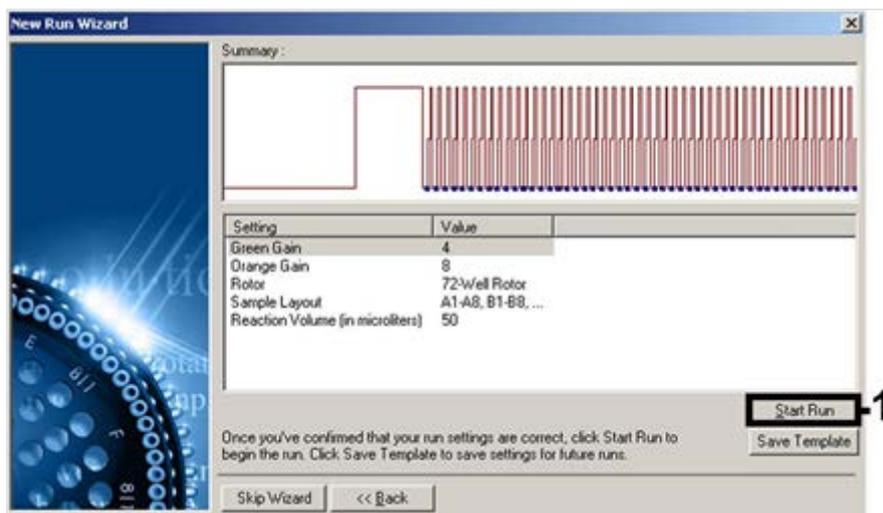

Figura 8. Iniciar a corrida. As capturas de ecrã para o *artus* HI Virus-1 QS-RGQ Kit são mostradas a título de exemplo.
7. Os valores de ganho determinados pela calibração de canais são guardados automaticamente e são enumerados na última janela do menu do procedimento de programação (figura 8). Clique em "Start Run" (Iniciar corrida).